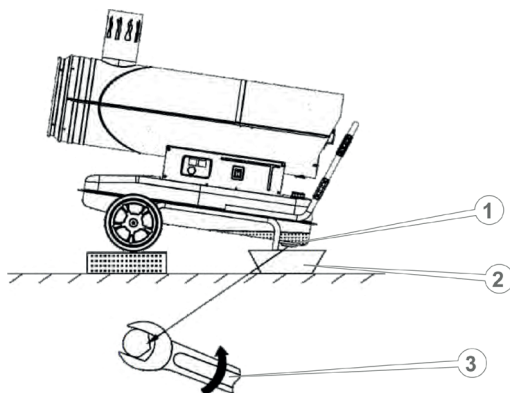

Рисунок 5. Схема обслуговування паливного бака.
6.4 Очищення паливного бака (рис. 5).